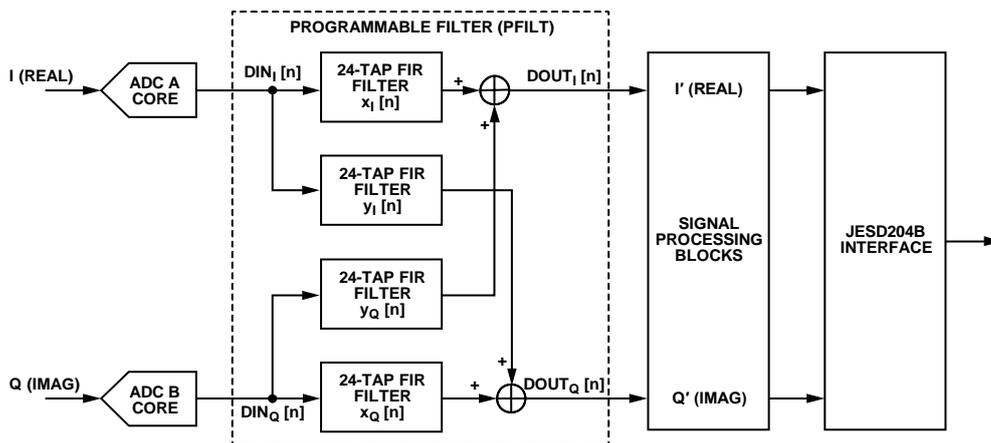

図 108. 24 タップ全複素フィルタ構成
- I/Q チャンネル用の 24 タップ実数フィルタ 4 個を使用した全複素フィルタ (図 108 参照)